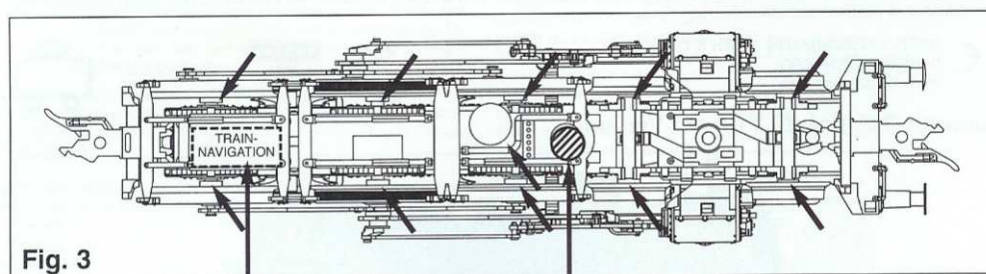

Fig. 3
An der schraffierten Stelle kann der **Schaltmagnet 9427** eingebaut werden (Fig. 3).
The indicated point can be used for locating the switching magnet 9427 (Fig. 3).
**TRAIN-NAVIGATION:** At place shown in figure 3, a **TRAIN-NAVIGATION** sender can be mounted.
L'aimant permanent 9427 peut être monté à l'endroit indiqué (Fig. 3).
Un émetteur **TRAIN-NAVIGATION** peut être monté à l'endroit indiqué, voir fig. 3.
Op de gemerkte plaats kan de **schakelmagneet 9427** gemonteerd worden (Fig. 3).
Op de gemerkte plaats kan de **TRAIN-NAVIGATION** navigatiezender gemonteerd worden (Fig. 3).
Sul posto segnato può essere installato il **dispositivo di comando 9427** (Fig. 3).
Sul posto segnato può essere installato il **trasmettitore di navigazione TRAIN-NAVIGATION** (vedi fig. 3).